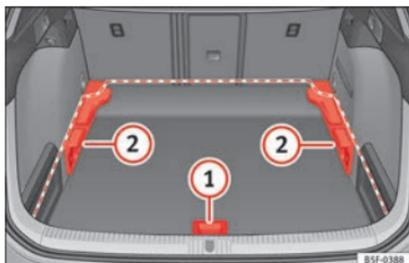
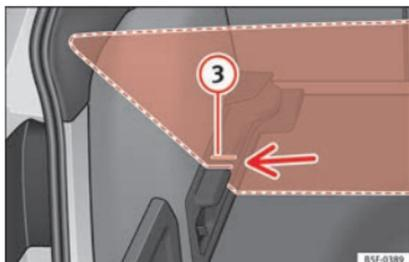

Abb. 181 Variabler Gepäckraumboden: Positionen.
Abb. 182 Variabler Gepäckraumboden: geneigte Kerben.
» Abb. 181 (1) an und ziehen Sie ihn nach
» Abb. 181 (1) an und ziehen Sie ihn nach hinten, bis der vordere Teil vollständig über den Trägern (2) liegt.
- Stecken Sie nun diesen vorderen Teil in die unteren Schlitze dieser Träger, verschieben Sie den Boden nach vorn bis zum Anschlag an der Rücksitzlehne und senken Sie den Boden gleichzeitig mit dem Haltegriff (1) ab.
» Abb. 181 (1) an und ziehen Sie ihn nach hinten, bis der vordere Teil des Bodens über den geneigten Kerben » Abb. 182 (3) liegt.
- Bewegen Sie den Boden nun mithilfe des Griffstücks über diese Kerben (1) bis an die Rücksitzlehnen heran, sodass der Boden schließlich auf den Kerben aufliegt.